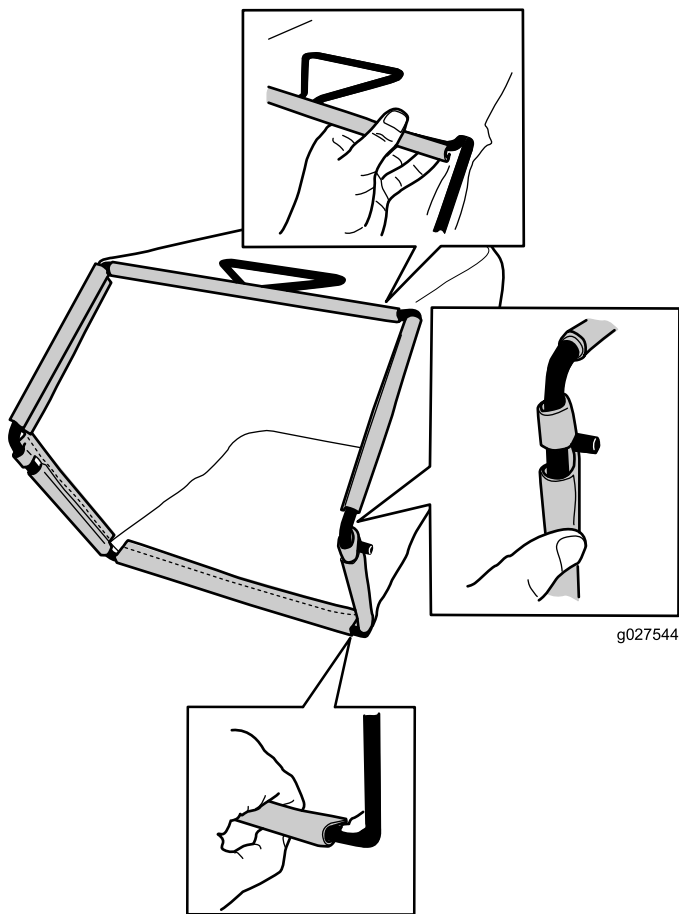

Figura 8
- 2. Enganche el canal inferior de la bolsa en la parte inferior del bastidor (Figura 8).
- 3. Enganche los canales superior y laterales de la bolsa en la parte superior y en los laterales del bastidor, respectivamente (Figura 8).